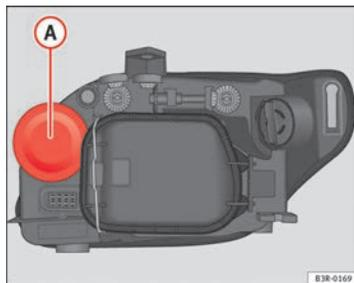

Fig. 196 Luz de carretera
- Retire la tapa de goma (A) ⇒ fig. 196 tirando de ella.